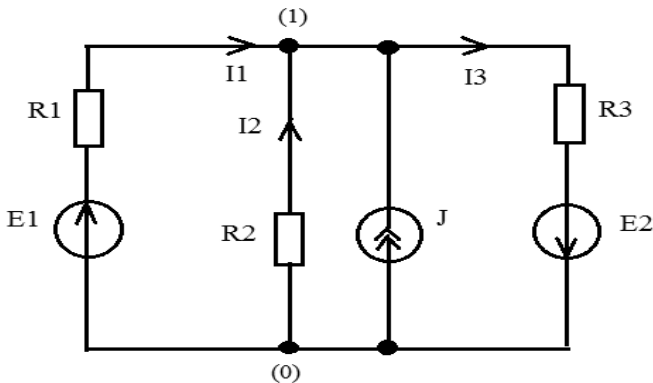

Рис.2
3.2. Используя законы Кирхгофа, рассчитать токи и напряжения ветвей в цепи, представленной на рис.2, при различных ЭДС источников, токах источника тока и сопротивлениях ветвей в соответствии с заданным преподавателем вариантом. Результаты расчетов занести в табл.3,4.